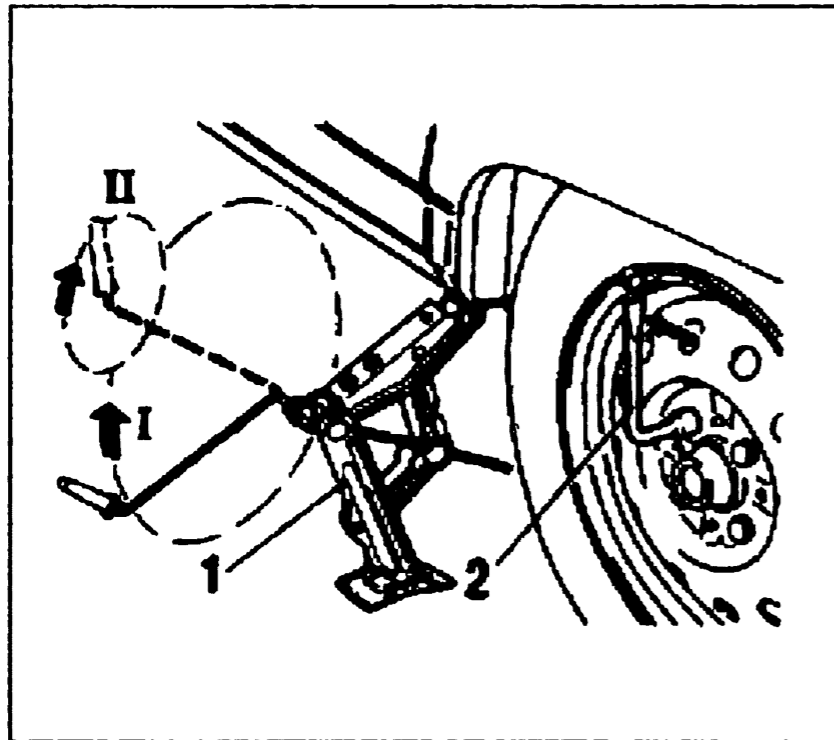

Рис.40.Подъем автомобиля
– ослабьте на один оборот баллонным ключом 2 (рис.40) болты крепления заменяемого колеса;